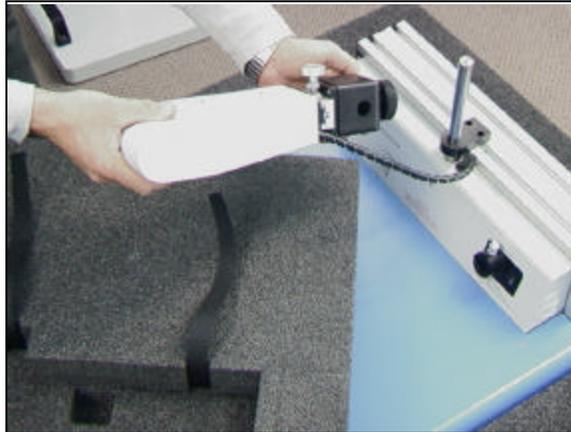

Abb. 3. Entnehmen der Kamerakopfbaugruppe aus der Verpackung
- f. Die Kamerakopfbaugruppe ist noch über das deutlich sichtbare Kabel mit der Haupteinheit verbunden. Heben Sie die Kamerakopfbaugruppe vorsichtig an, ohne Zug auf das Kabel auszuüben, und entfernen Sie das zweite Schaumstoffbehältnis wie in Abb. 3 gezeigt. Dies ist das